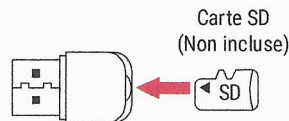

Figure 2: Lecteur de carte
2. Insérer la carte SD dans le lecteur de carte (Figure 2).